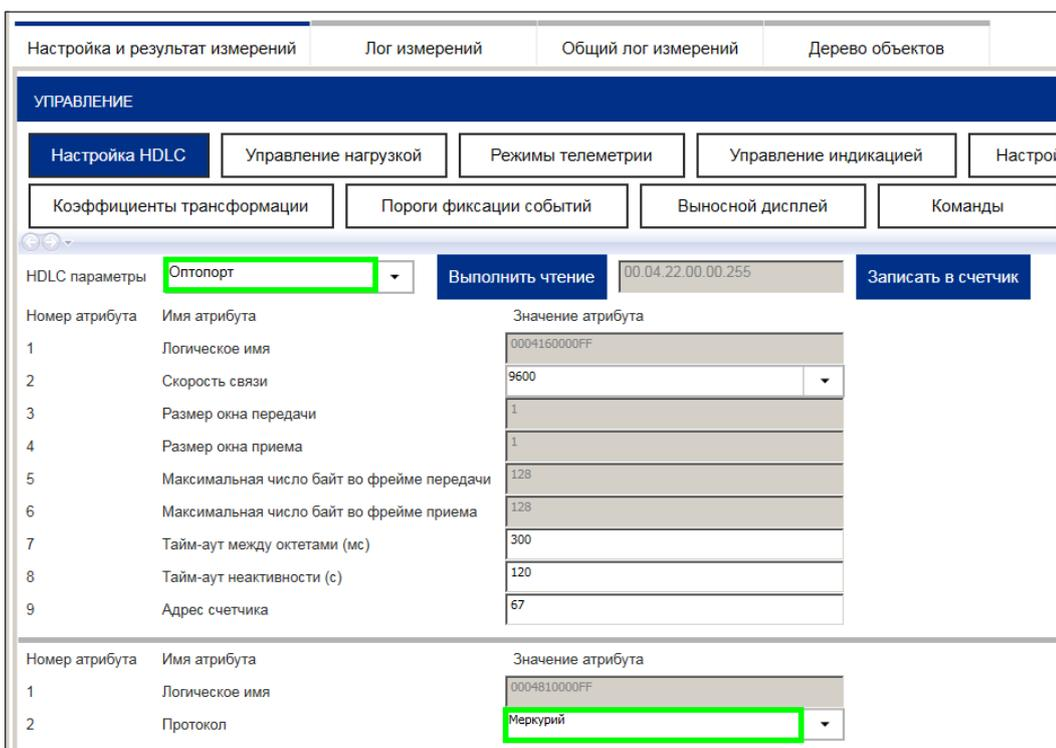

Рисунок 4.5 – Переключение произвольного интерфейса в протокол «Меркурий»
4.3.3 Нажать кнопку **Настройка HDLC** (см. рисунок 4.5).